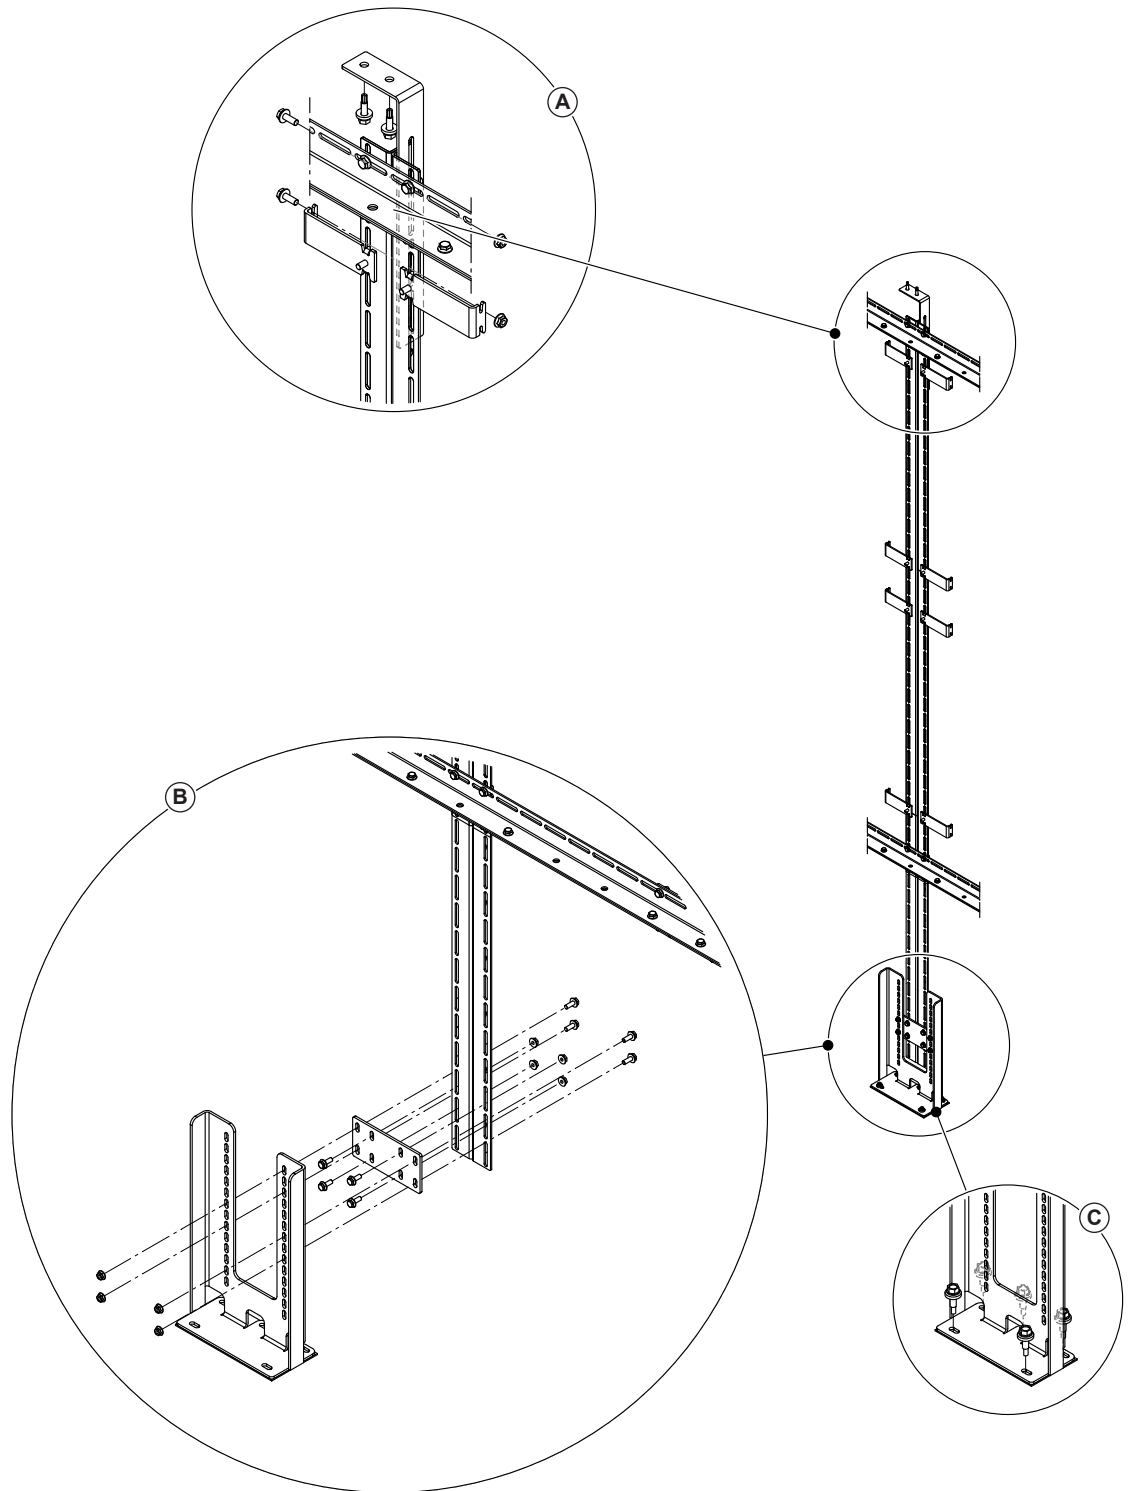

Abb. 29: Unteren Stützfuss und Winkelhalter an die mittlere Vertikalstütze montieren
- Falls nötig, die beiden Schraubverbindungen mit denen der Winkelhalter an der Vertikalstütze befestigt ist, lösen und Winkelhalter nach oben zur Kanaldecke schieben und die beiden Schraubverbindungen wieder anziehen (siehe Detail A in Abb. 29).
- Den Winkelhalter der Vertikalstütze mit zwei Bohrschrauben 6.3 x 25 mm an der Kanaldecke befestigen (siehe Detail A in Abb. 29).
- Befestigungsplatte des Stützfusses an der entsprechenden Stelle mit je vier Schrauben M6 x 16 mm und Muttern (mitgeliefert) unten an der Vertikalstütze befestigen. Schrauben nur leicht festziehen (siehe Detail B in Abb. 29).
- Stützfuss mit vier Schrauben M6 x 16 mm und Muttern (mitgeliefert) an der Befestigungsplatte fixieren. Schrauben nur leicht festziehen (siehe Detail B in Abb. 29).
- Stützfuss nach unten bis zum Anschlag auf den Kanalboden schieben und mit fünf Bohrschrauben 6.3 x 25 mm auf der Traverse/Wannentrennung festschrauben (siehe Detail C in Abb. 29).